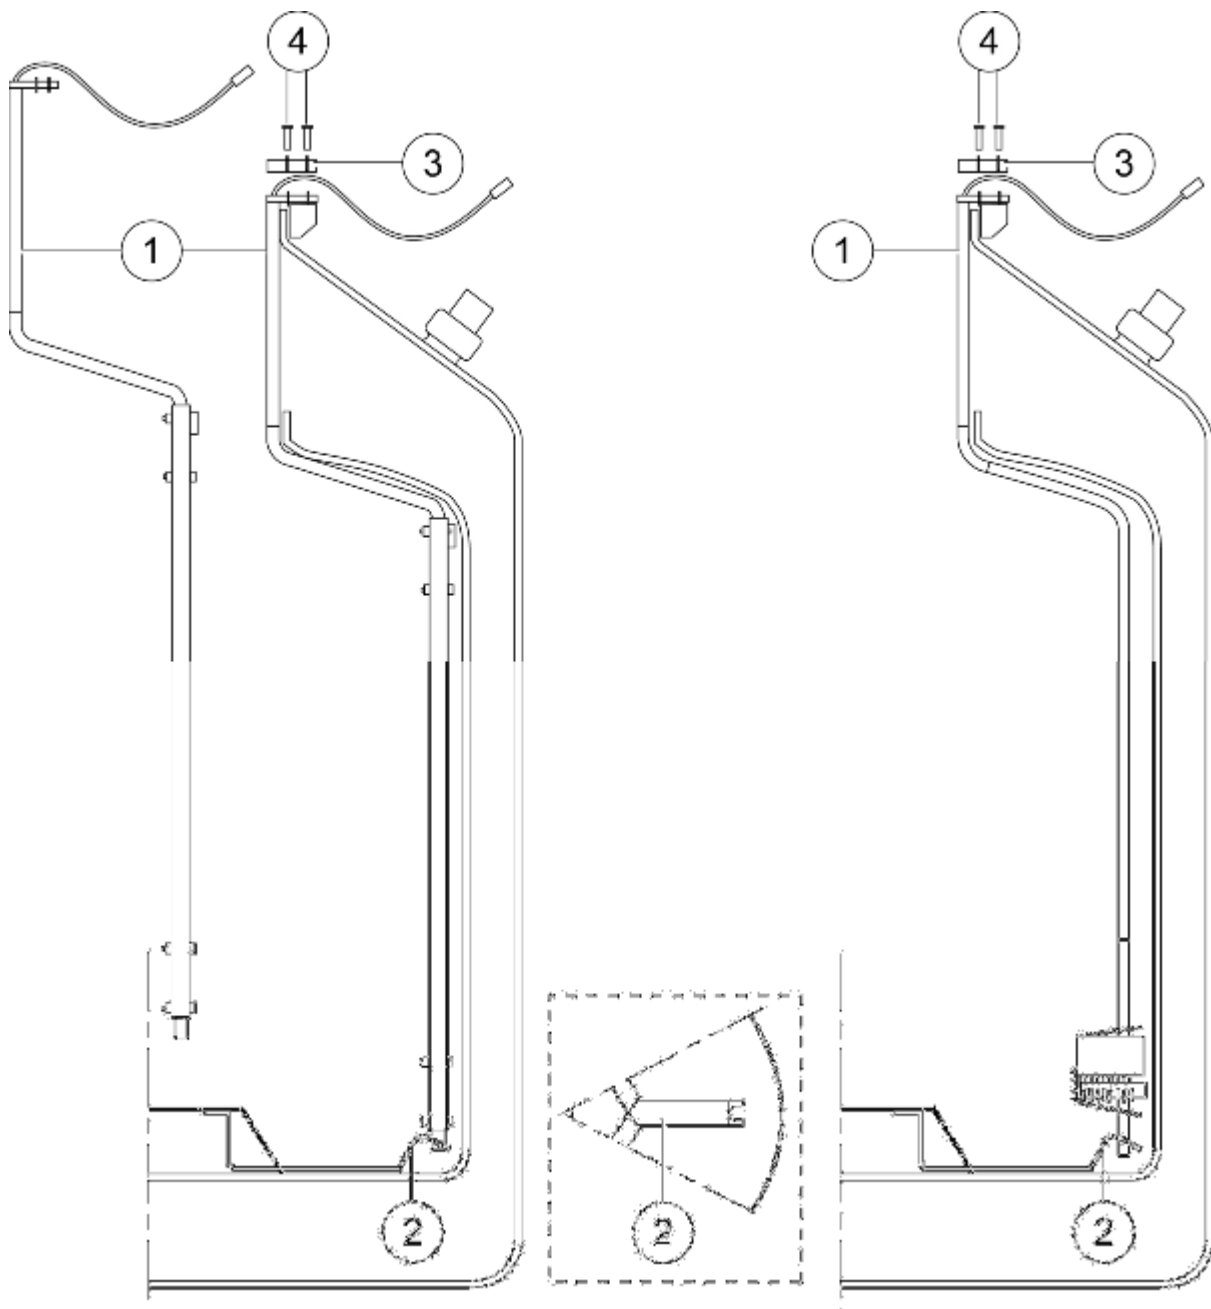
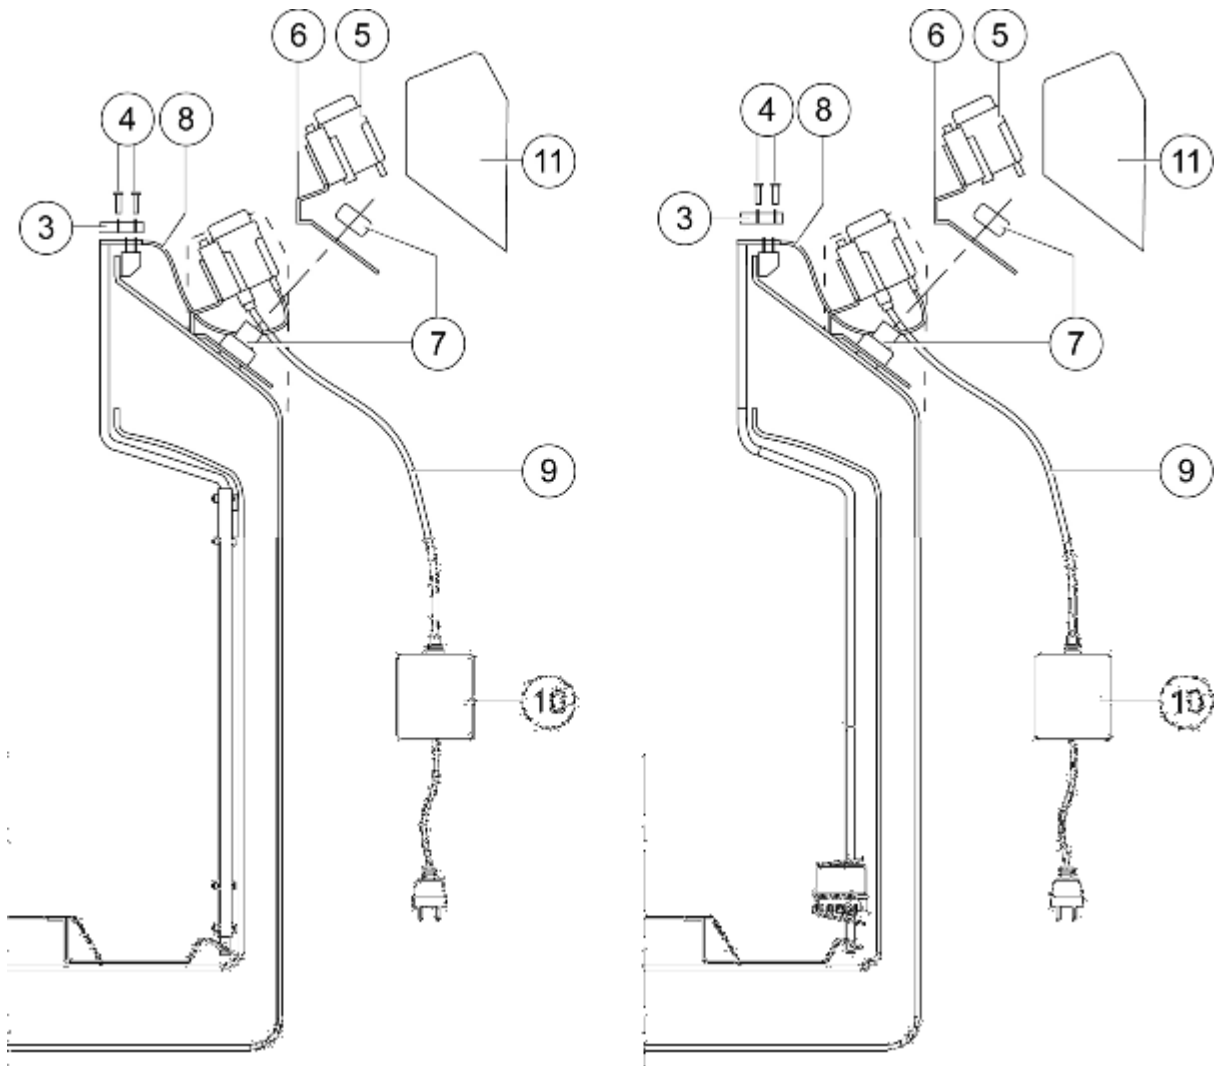
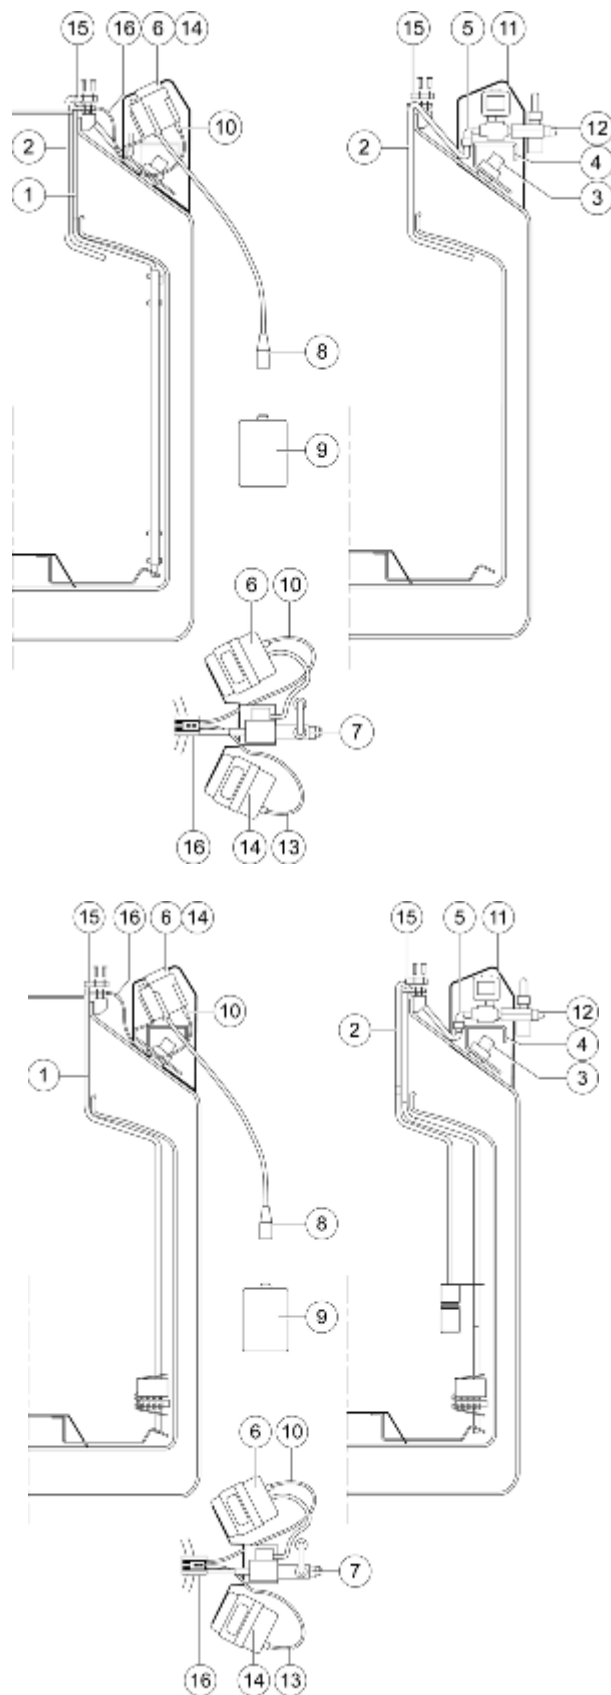

Abb. 1
Abb. 2
Abb. 3
1.1 – FÜLLSTANDSMESSSTAB (Abb. 1, S. 5)
- Den vormontierten Messstab (1) verformungsfrei einsetzen, wobei das untere, zylindrische Ende in die Bohrung in der Haltelasche (2) unten im Behälter eingeführt wird.
- Den Flansch (3) aufsetzen und dabei darauf achten, dass das Kabel nicht beschädigt wird.
- Mit den Schrauben (4) festschrauben.
1.2 – GEHÄUSE DER FÜLLSTANDSANZEIGE (Abb. 2, S. 6)
- Die Rändelmutter (7) der Pumpklappe abschrauben.
- Die Trägerplatte (6) am Gefäß ansetzen.
- Die Rändelmutter (7) von Hand festschrauben.
- Das Gehäuse (5) der Füllstandsanzeige auf die Trägerplatte (6) montieren.
- Das Koaxialkabel (8) des Füllstandsmessstabs in die Buchse (5) am Gehäuse einstecken.
- Den Stecker (9) der Stromversorgung in das wandmontierte Netzteil (10) stecken.
- Die Schutzkappe (11) aufsetzen und dabei darauf achten, dass kein Kabel eingeklemmt wird.
2.1 – FÜLLSTANDSMESSSTAB UND TEMPERATURFÜHLER (Abb. 1, S. 5)
- Die vormontierte Sonde (1) verformungsfrei einsetzen, wobei das untere, zylindrische Ende des Füllmessstabs in die Bohrung in der Haltetasche (2) unten im Behälter eingeführt wird.
- Den Rilsanring (16) so auf das Fühlerkabel (13) aufschrauben, dass dieses nicht in das Gefäß fallen kann (Abb. 3, S. 8).
2.2 – GEHÄUSE DER FÜLLSTANDS- UND TEMPERATURANZEIGE (Abb. 2, S. 6)
- Die schwarze Rändelhülse (7) von der Pumpklappe abschrauben.
- Die beiden Gehäuse auf die Trägerplatte (6) montieren.
- Die beiden Anzeigen an das wandmontierte Netzteil (10) anschließen.
Siehe Vorgehen nach Abschn. 1.1. (Abb. 1, S. 5).
3.2 – FÜLLSTANDSREGELUNG (Abb. 3, S. 8)
- Das Einlaufrohr für Flüssigstickstoff (2) an die Trägerplatte (6) ansetzen.
- Die schwarze Rändelhülse (3) abschrauben.
- Die Rändelhülse (3) von Hand festschrauben.
- Das Gehäuse (6) der Füllstandsanzeige auf die Trägerplatte mit dem Elektroventil (4) aufsetzen.
- Das Elektroventil bezieht die Betriebsspannung aus Dose (7).
- Das Koaxialkabel (10) des Füllstandsmessstabs in die Buchse (6) am Gehäuse einstecken.
- Den Stecker (8) der Stromversorgung in das wandmontierte Netzteil (9) stecken.
Wie in Abschn. 2.1. beschrieben vorgehen (Abb. 1, S. 5).
4.2 – FÜLLSTANDSREGELUNG UND TEMPERATURMESSFÜHLER (Abb. 3, S. 8)